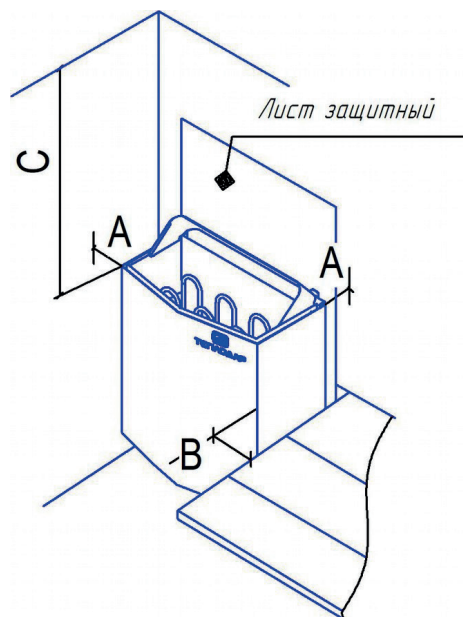

Рисунок 2 - Схема безопасного расположения электрокаменки в парной
- При расположении ЭК выполняются условия минимальных расстояний, изображенных на рис. 2.